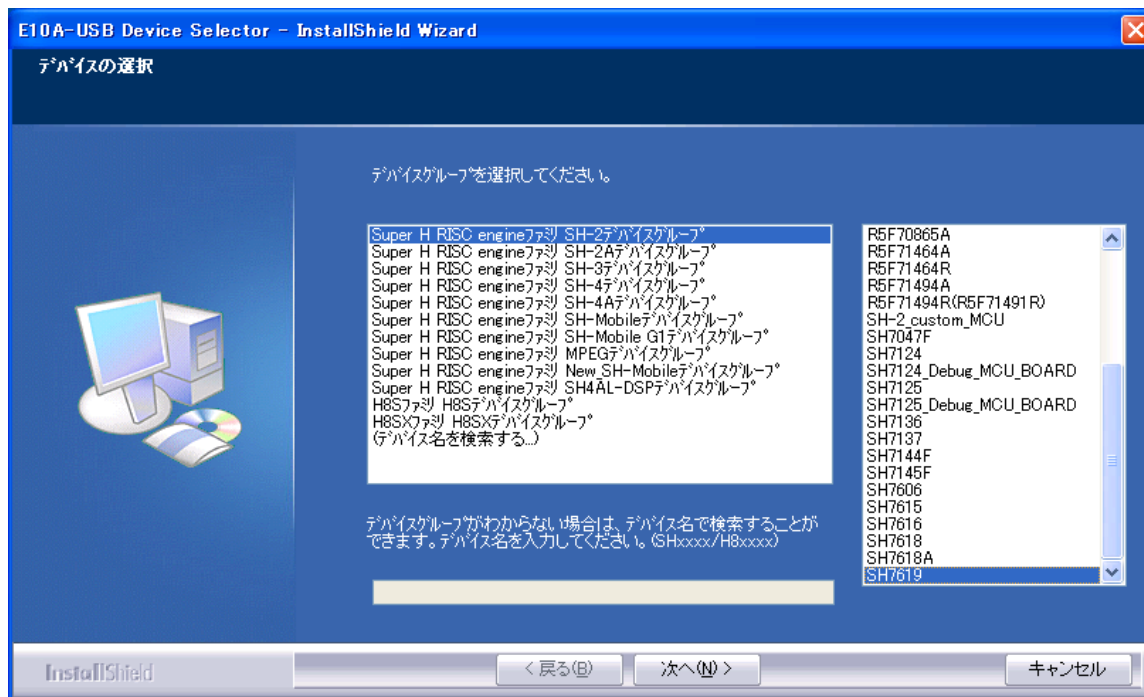

図3.2.3 E10A-USBソフトウェアインストール手順③
③図3.2.3の画面が表示されますので、「Super H RISC engineファミリ SH-2デバイスグループ」のSH7619を選択し、「次へ」ボタンをクリックします。